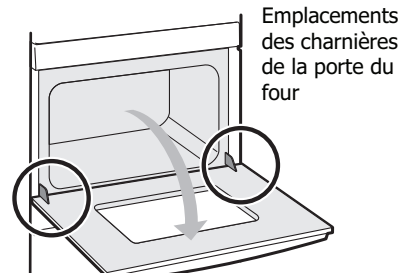

Figure 18 : Emplacement des charnières de la porte
1. Ouvrez complètement la porte du four de façon à ce qu'elle soit parallèle au sol (voir Figure 18).
3. Ouvrez complètement la porte du four, parallèlement au sol (voir Figure 18).